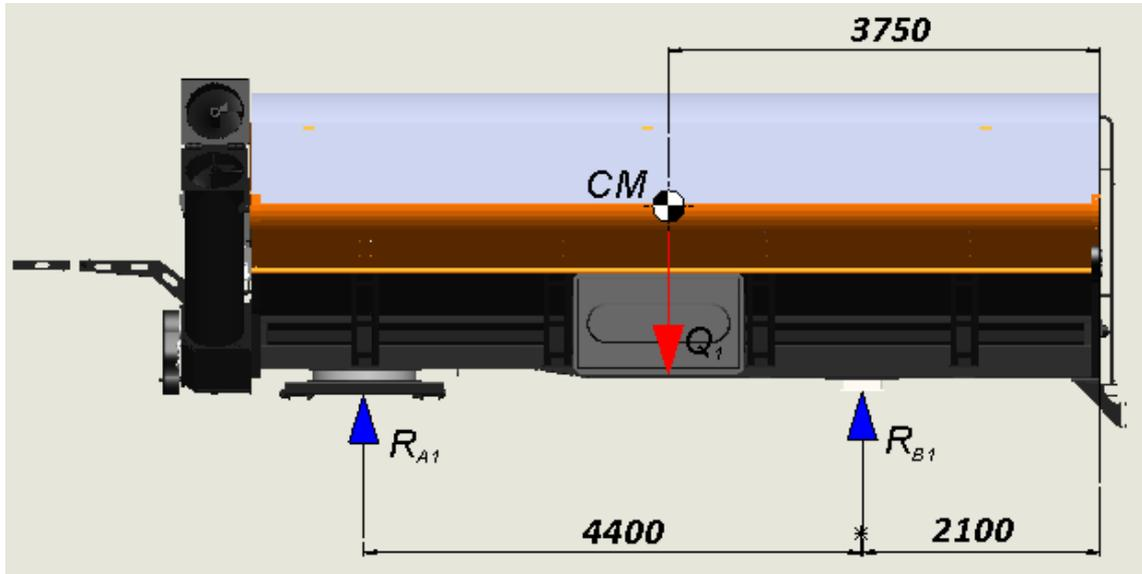

Fig.5.2 Acoplado con carga
- Peso máximo de la carga a transportar (Q_1), siendo R_{A1} y R_{B2} el peso distribuidos sobre el eje delantero y trasero. Fig.5.2